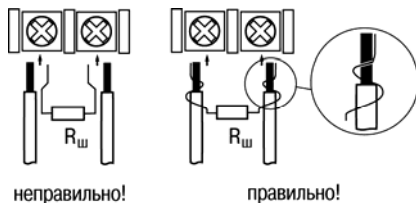

Рисунок 5.2
3) Подключение преобразователей с выходом в виде тока (0...5,0 мА, 0...20,0 мА или 4,0...20,0 мА) – только после установки шунтирующего резистора сопротивлением 50,0 Ом (допуск не более 0,1%), подключение которого следует производить в соответствии с рисунком 5.2, т.е. вывод резистора должен заводиться с той же стороны винтовой клеммы, что и провод от датчика. При использовании провода сечением более 0,35 мм конец провода и вывод резистора необходимо скрутить или спаять (см. рисунок 5.2).